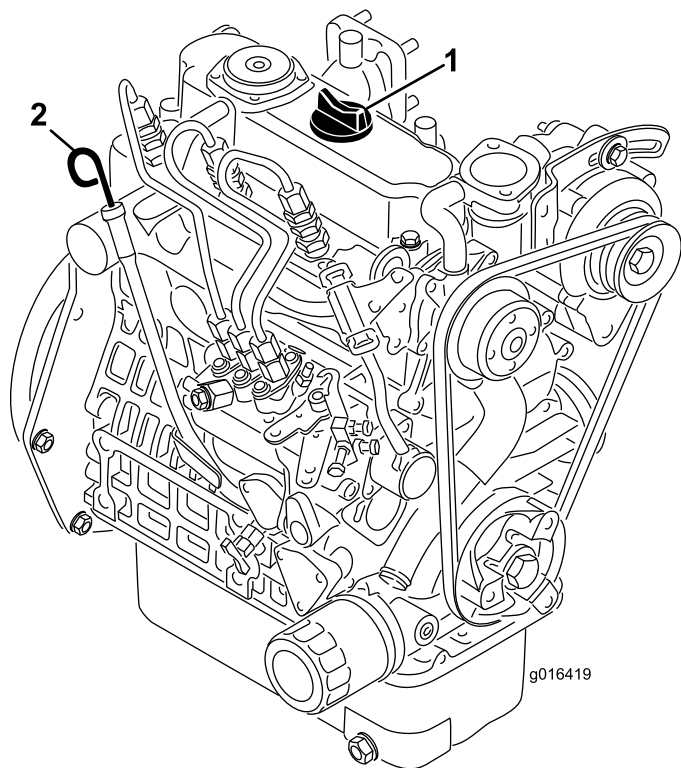

Рисунок 35
2. Выньте масломерный щуп и протрите его чистой ветошью (Рисунок 35).